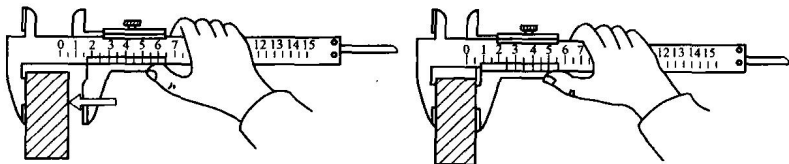

图 2-6 游标卡尺使用方法
(1) 测量前应对被测工件和游标卡尺量爪做必要的清洁工作, 以免切屑或毛刺影响测量的正确精度值。
(2) 游标卡尺正确的使用方法应如图 2-6 所示。测量工件时右手轻握尺身, 左手拿着工件或放在工作台上, 测量时尺身量爪应紧贴工件被测基准表面, 拇指缓缓推动游标, 使游标量爪与工件被测表面贴平, 锁紧螺钉读值。